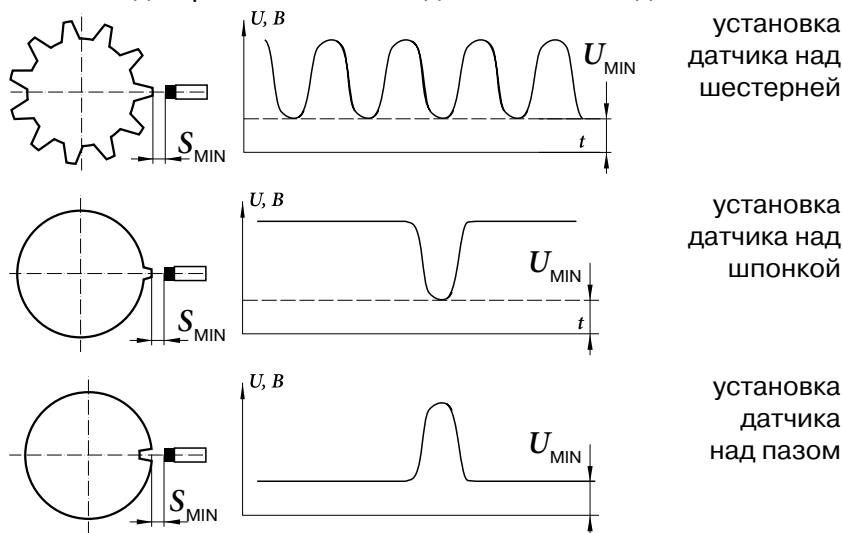

Рис. 5.
4. Постепенно вкручивая датчик в подготовленное для монтажа отверстие, добиться получения диаграммы, подобной изображенной на рис. 5 для соответствующего варианта установки.